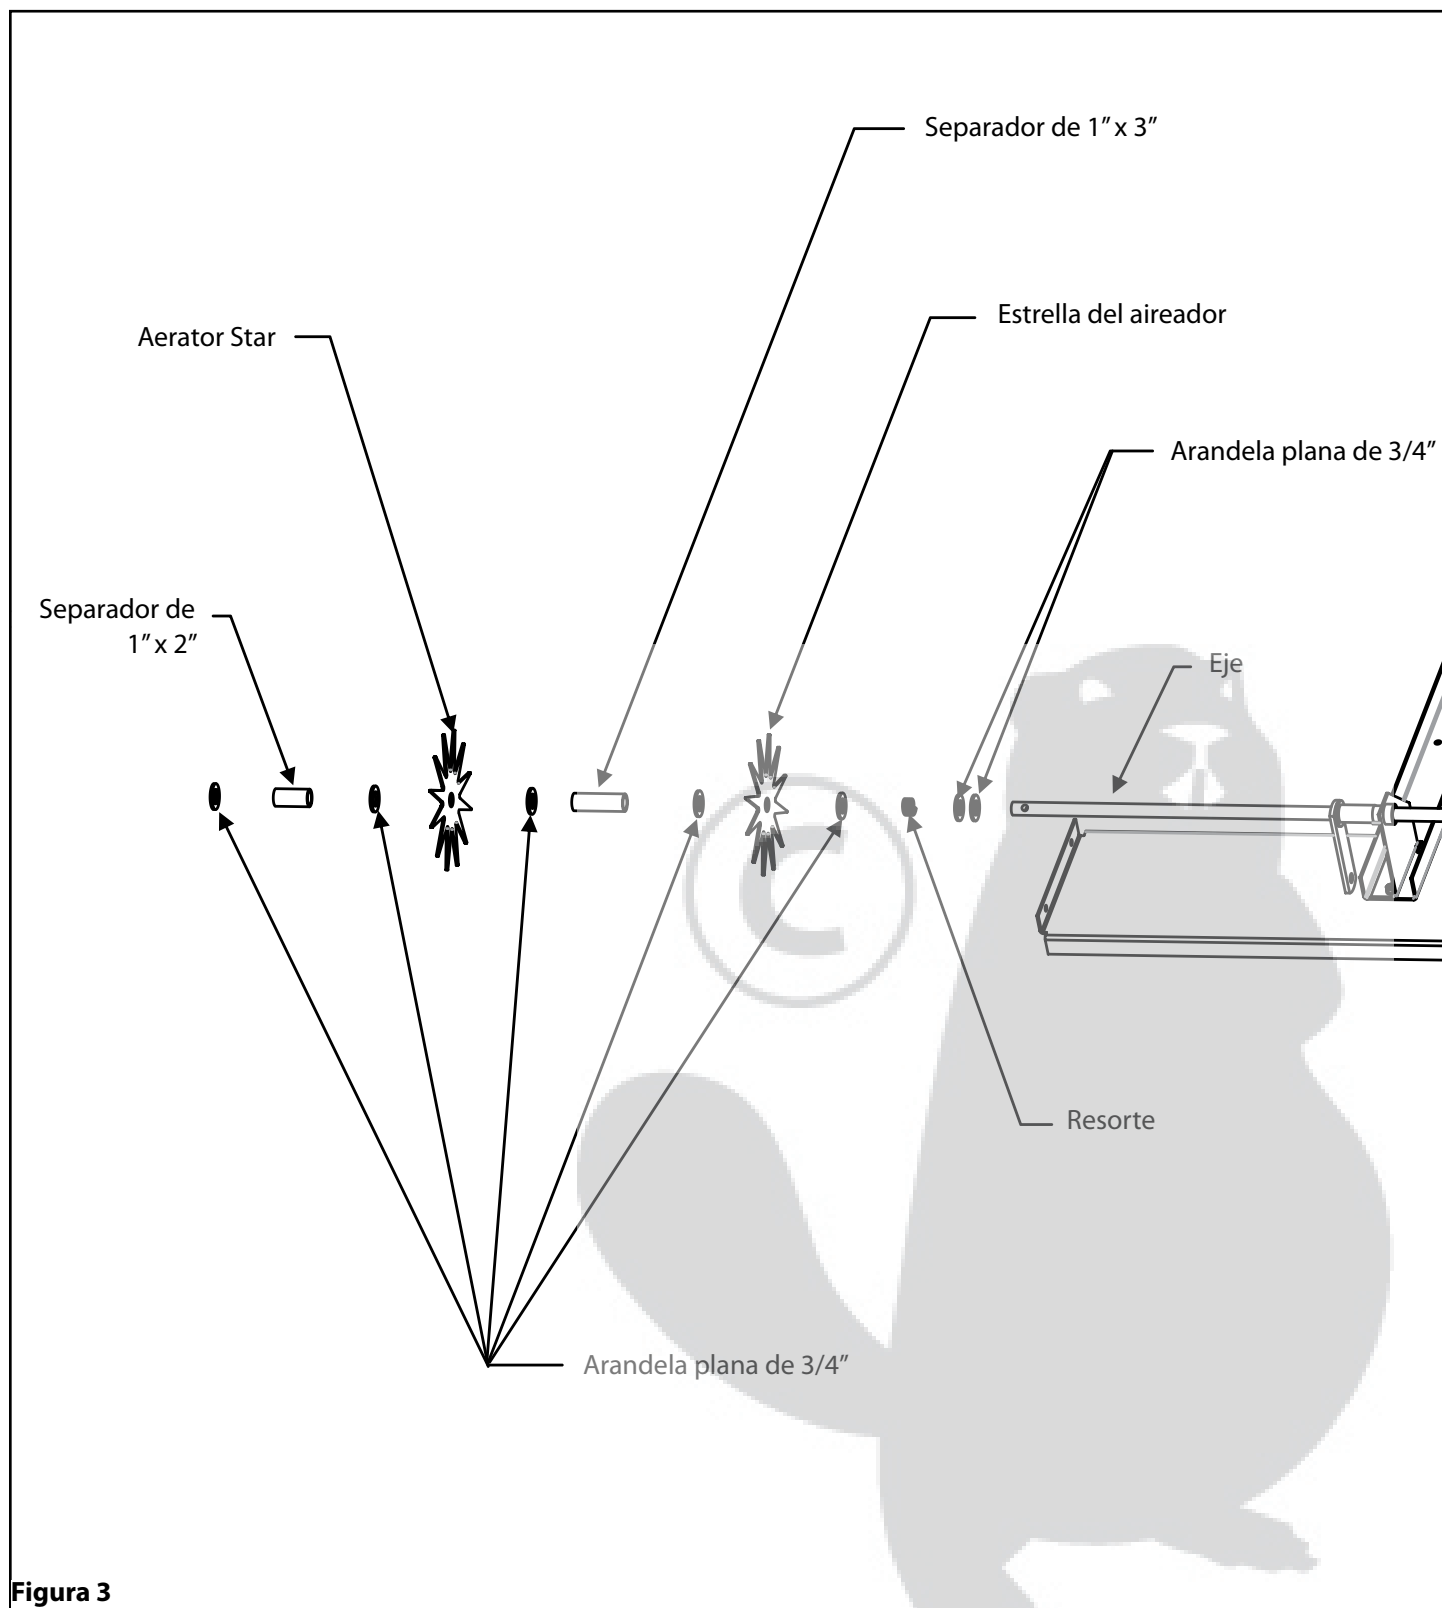

Figura 3
3.. En el lado corto del eje, coloque dos arandelas planas de 3/4" en el eje, seguidas de un resorte del eje y después coloque otra arandela plana de 3/4" seguida de una estrella del aireador; a continuación coloque otra arandela plana de 3/4" en el eje. Coloque un separador de 1" x 3" en el eje, una arandela plana de 3/4", otra estrella del aireador y otra arandela plana de 3/4". Repita este proceso tres veces más. Ahora coloque un separador de 1" x 2" en el eje seguido de otra arandela plana de 3/4". Ver Figura 3.